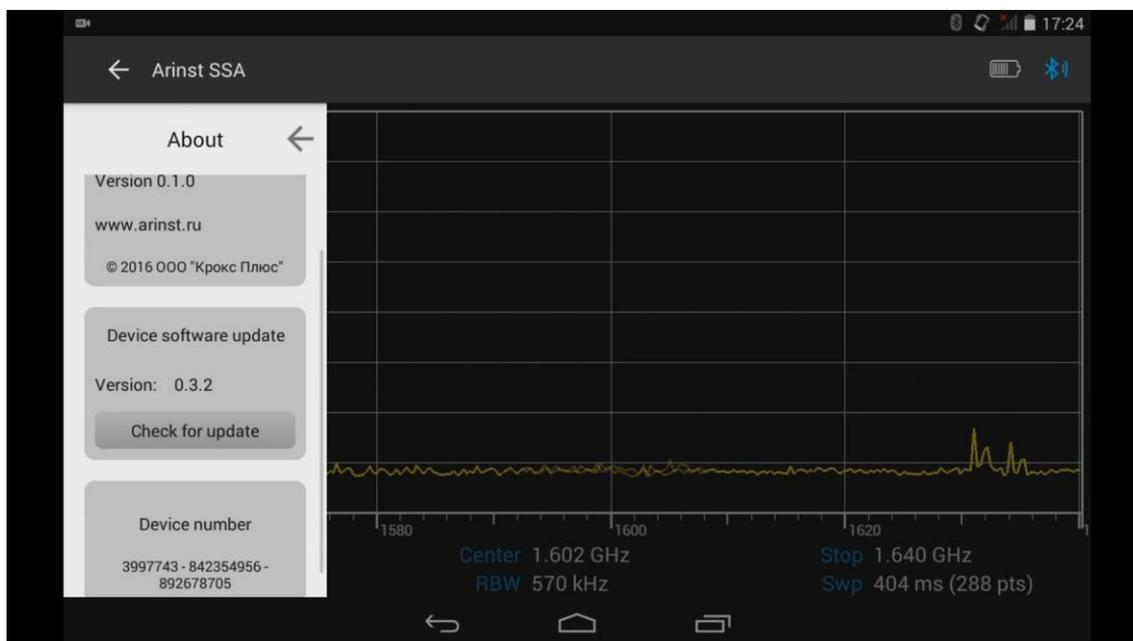

Рисунок 66 – Информация об управляющей программе и приборе
8.13.1. Из главного меню управляющей программы, войдите в меню **About**, в котором находится информация о версии программы, версии программного обеспечения прибора и номер прибора, рисунок 66. Для проверки наличия новой версии программного обеспечения прибора, нажмите кнопку **Check for update**. Если вышла новая версия программного обеспечения прибора, появится возможность обновления программного обеспечения прибора.